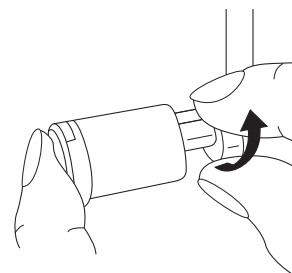

Fig. 100
2. Amenez la lame supérieure ⑱ en position de repos (Fig. 100).